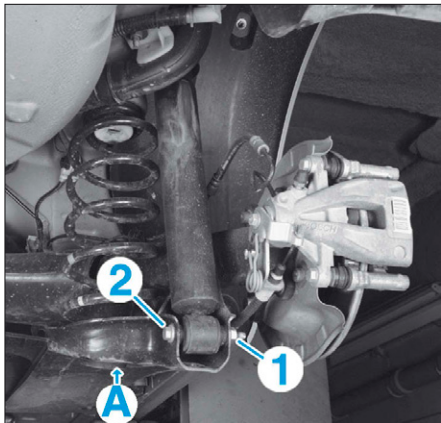

FIG. 32
- Mettre en place un outil de levage en (A) et comprimer légèrement le ressort de suspension (Fig.32).
- Déposer l'écrou (1) et chasser la vis inférieure (2) de l'amortisseur.
- Reposer les vis (3) et les serrer au couple préconisé.
- Reposer la vis (2) et l'écrou (1) sans le serrer (Fig.32).
- Serrer l'écrou (1) au couple préconisé.
- mettre en place un outil de levage en (A) et comprimer légèrement le ressort de suspension (Fig.32),
- déposer l'écrou (1) et chasser la vis inférieure (2) de l'amortisseur,